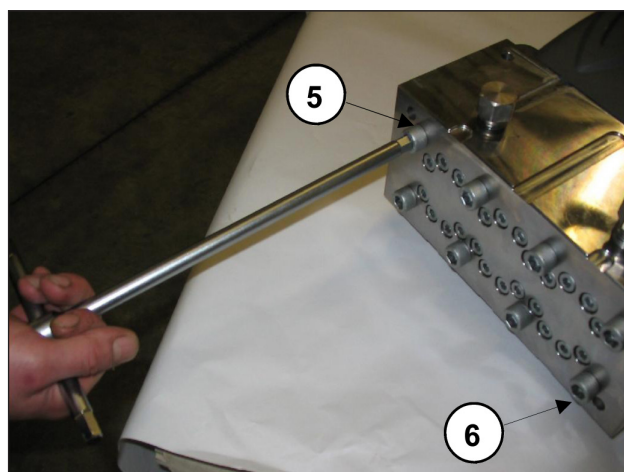
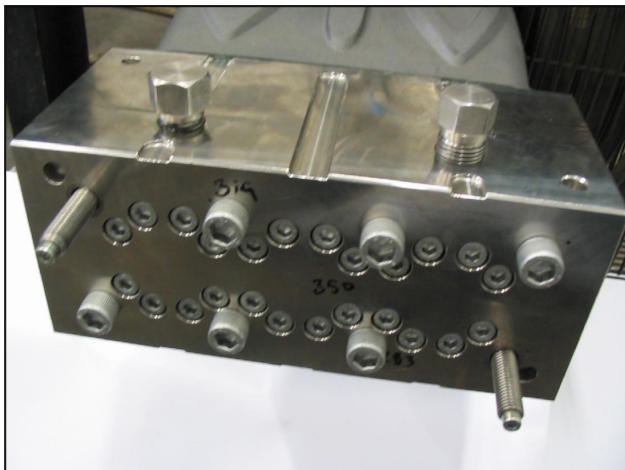

Рис. 17
Рис. 18
- Открутите винты крепления головки насоса M12x260 №5 и №6, как показано на Рис. 17, и замените их на два винта - служебную шпильку (арт. 27508200), как показано на Рис. 18. Затем приступите к снятию оставшихся винтов.